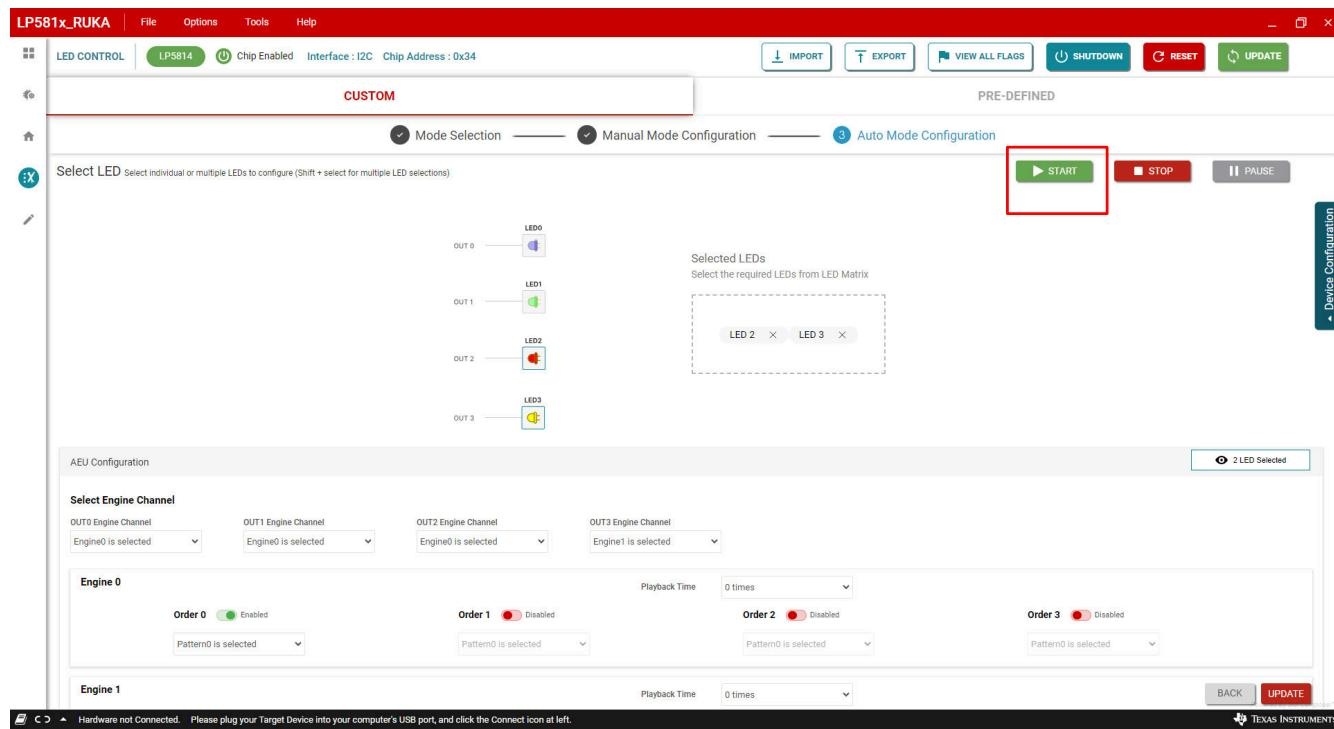

图 3-20. 开始命令发送
10. 最后，发送开始命令，通过单击“START”按钮来启动在红色 LED (OUT2) 和白色 LED (OUT3) 上运行的配置模式，如图 3-20 所示。